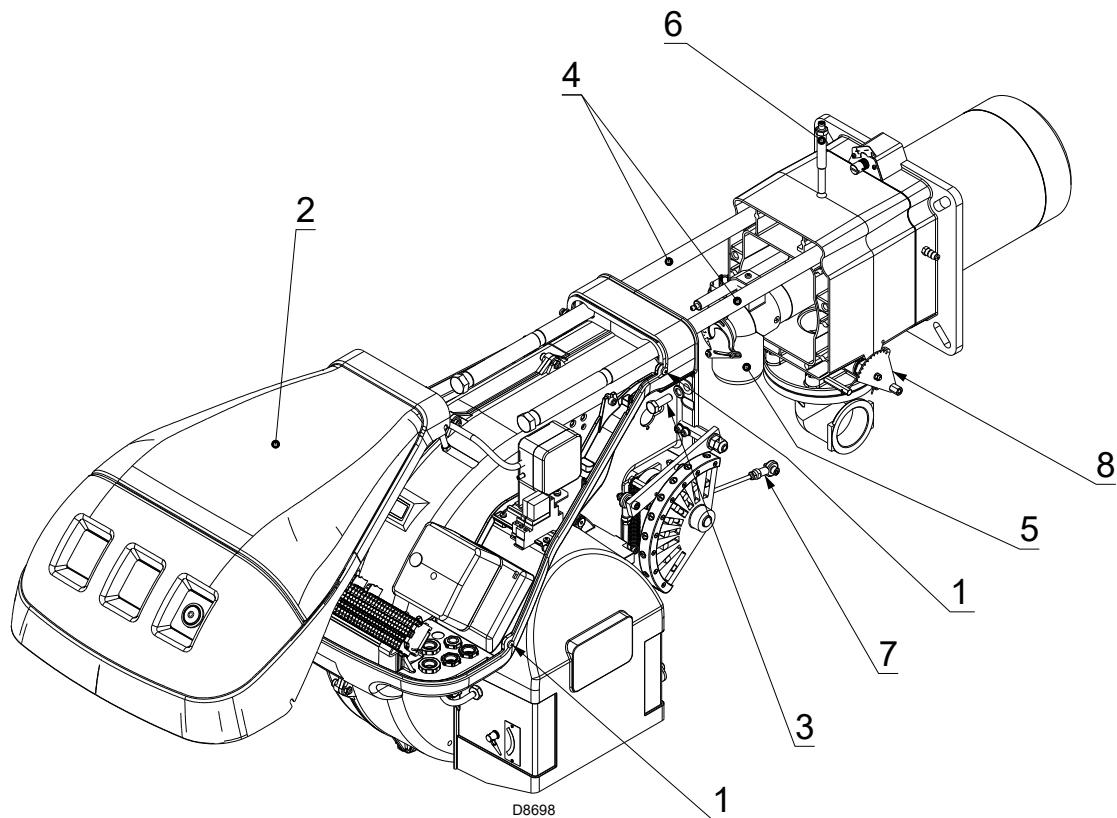

Fig. 38
En cas de doute, démonter le coude 5)(Fig. 38).
- Desserrer les vis 1)(Fig. 38) et déposer le capot 2).
- Replacer les vis 3)(Fig. 38), et tirer délicatement vers l'extérieur les câbles de la sonde et de l'électrode, jusqu'à les mettre légèrement en tension.